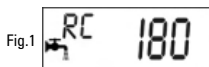

Fig.1
- Fig. 1: started riserva, rimane 180 litri.